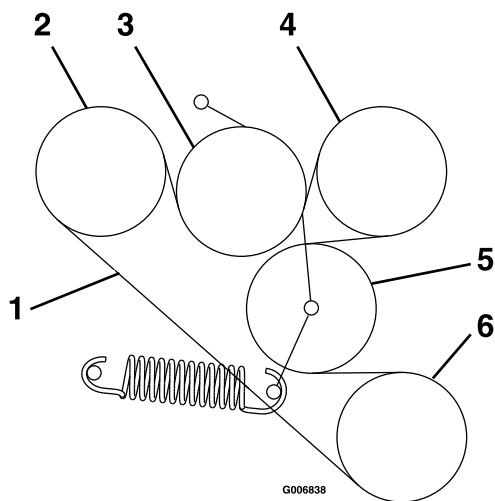

Figura 57
6. Enrute la correa nueva sobre las poleas según lo indicado en la calcomanía situada en la parte trasera del protector izquierdo de la transmisión (Figura 57).